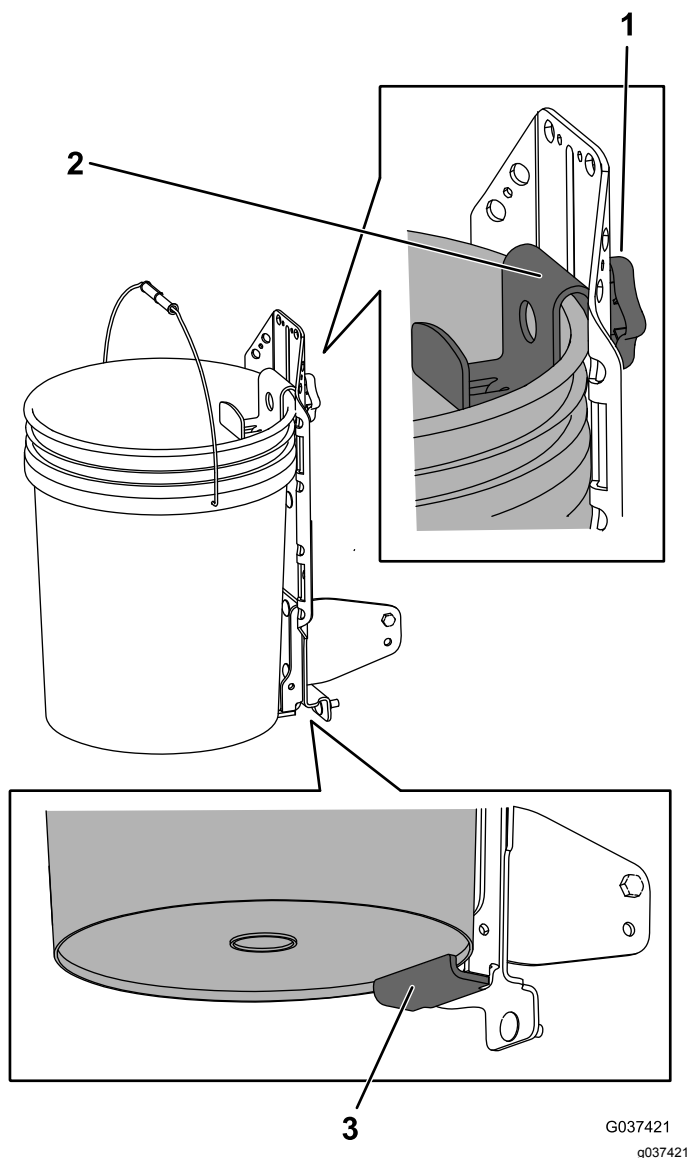

Figure 16
1. Desserrez le bouton et élevez le support supérieur. Resserrez le bouton pour le bloquer en place (Figure 16).
2. Si vous avez déposé le support articulé, placez le rebord inférieur du seau sur le rebord inférieur du support soudé (Figure 16).
3. Desserrez le bouton et abaissez le support supérieur aussi loin que possible à cheval sur le bord du seau. Resserrez le bouton (Figure 16).